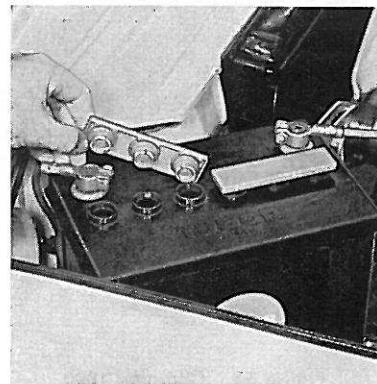

Figure 61. Batterie
1. Contrôler le niveau d'électrolyte de la batterie, lequel doit se trouver à environ 5 mm au-dessus des sommets des séparateurs (figure 61). Faire le plein en cas de nécessité **avec de l'eau distillée**. Contrôler également l'état de serrage de la batterie et des cosses de câbles.